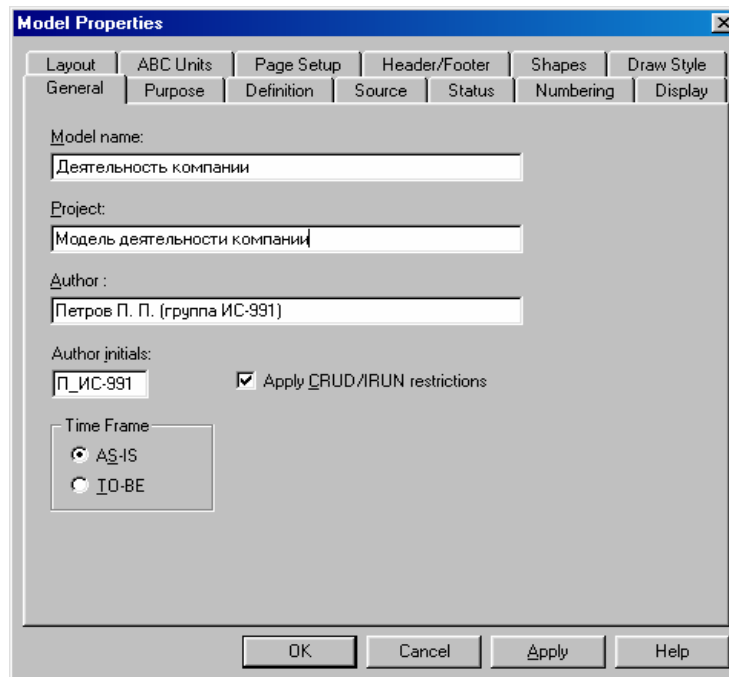

Рисунок 2.5 – Окно задания свойств модели
- Внести в текстовое поле *Time Frame (Временной охват)* - *AS-IS (Как есть)* (рисунок 2.5) внесите данные о цели разработки модели - "Моделировать текущие (AS-IS) бизнес-процессы компании", а в текстовое поле *Viewpoint (точка зрения)* - "Директор",